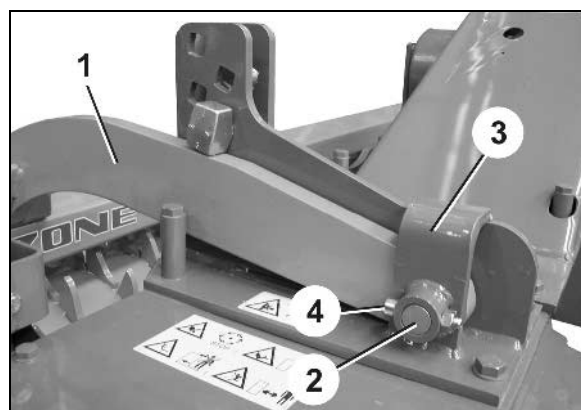

Fig. 49
Die Walzen sind mit 2 Tragarmen (Fig. 49/1) an der Bodenbearbeitungsmaschine zu befestigen.
3. Die Tragarme (Fig. 49/1) der Walze an den Abstützungsteilen (Fig. 49/3) der Bodenbearbeitungsmaschine mit Bolzen (Fig. 49/2) abstecken und mit Schraube und Mutter (Fig. 49/4) sichern.
2. Schrauben mit Mutter (Fig. 49/4) lösen, Bolzen (Fig. 49/2) der Tragarme ziehen.